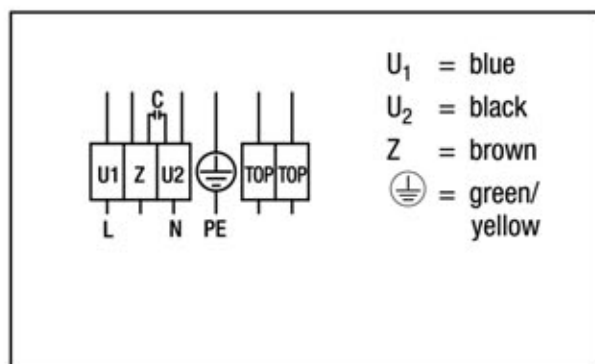

FIG.56 Exemple Câblage Électrique.
4. Dans le cas d'appareillages fournis sans panneau électrique, il est obligatoire de se reporter au schéma électrique se trouvant à l'intérieur de la boîte de jonction des ventilateurs (FIG 56, 57, 58). Pour demander une copie, contacter Refrion S.r.l. en indiquant le numéro de série de l'appareil ventilé (FIG. 01).